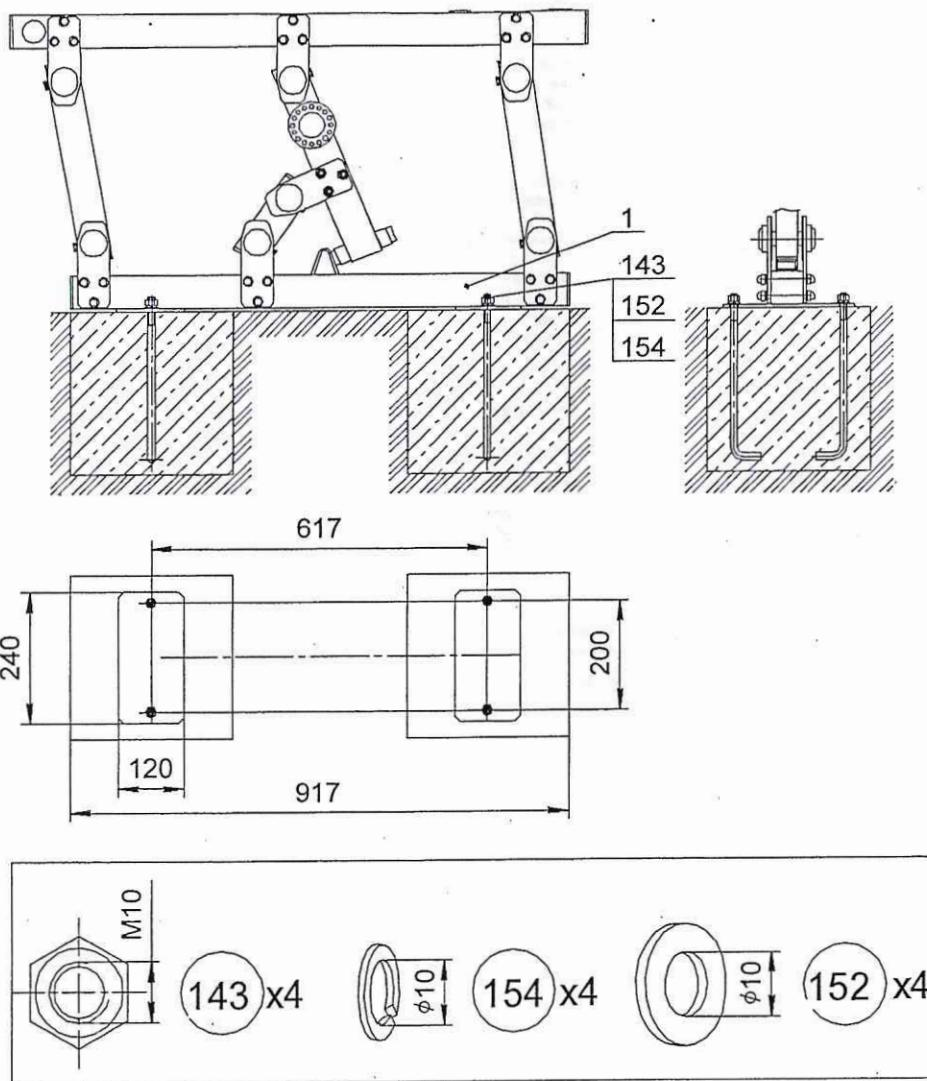

Рис.3
9.3.2 Установить металлоконструкцию поз. 1 на анкерные болты и закрепить (рис.3).